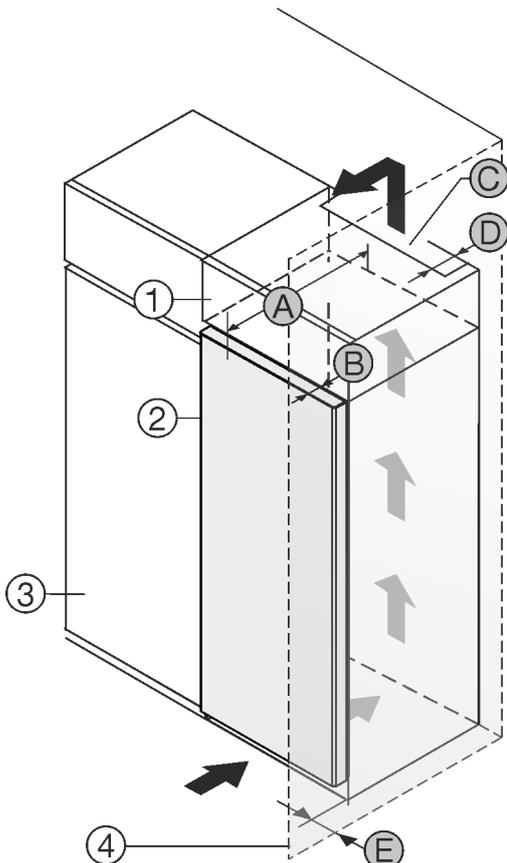

Fig. 1
Installer l'appareil directement à côté du placard de cuisine Fig. 1 (3).*
Installer l'appareil à une distance de 5 cm du placard de cuisine Fig. 1 (3).*
Une sortie d'air avec la profondeur Fig. 1 (D) doit être présente au dos de la rehausse sur toute sa largeur.*
La section de ventilation Fig. 1 (C) sous plafond doit être respectée.*
Si l'appareil avec les charnières est installé près d'une paroi Fig. 1 (4), la distance entre l'appareil et la paroi doit être de 40 mm min. Ceci correspond à la saillie de la poignée avec la porte ouverte.*